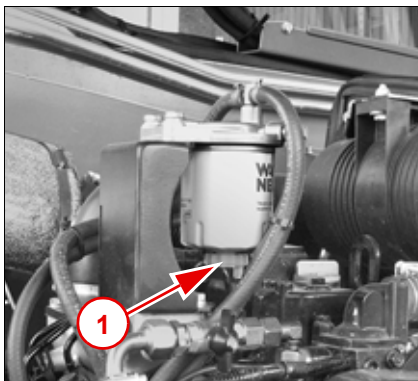

Fig. 146
1. Anbring en opsamlingsbeholder under vandudskilleren 1 (Fig. 146).